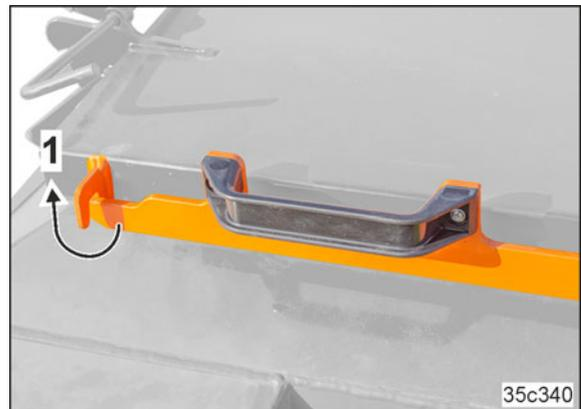

Fig. 223
2. Déverrouillez le levier (Fig. 223/1)